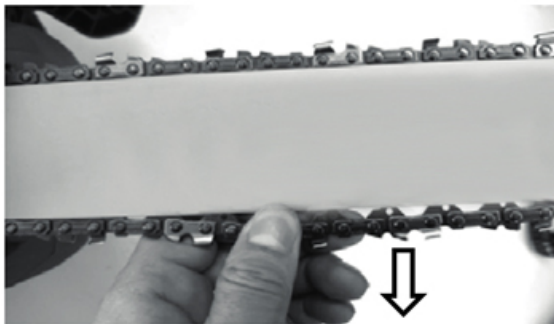

Рисунок 11. Схема перевірки натягу ланцюга.
2. Взяти рукою нижню частину ланцюга та потягнути її вниз – напрямні ланок ланцюга не мають вийти за межі напрямної «шини» (рис. 11). Зазор між напрямними ланками ланцюга та «шиною» – повинен бути в межах 1-3 мм.